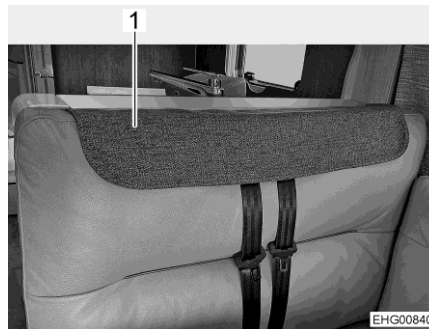

Fig. 85 Protection des ceintures de sécurité en place
Quand le véhicule est stationné, les appui-têtes peuvent être retirés du coussin de dossier de la banquette pour être assis plus confortablement. Les ouvertures pour les appui-têtes et la découpe pour les ceintures de sécurité peuvent alors être recouvertes par une protection (Fig. 85,1).
- Mettre la protection des ceintures de sécurité au-dessus de la découpe pour les ceintures de sécurité (Fig. 85).